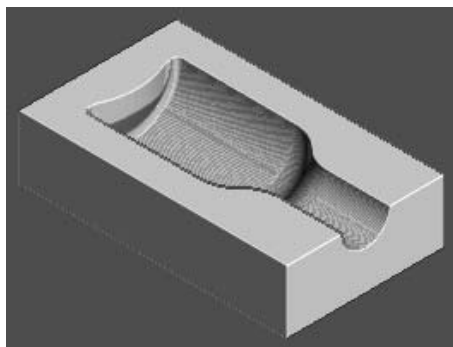

图 5-139 仿真加工结果 3
2) 在“仿真”工具栏的“当前刀具路径”下拉列表中选择要模拟的刀具路径 finish4, 然后单击“执行”按钮, 系统开始自动仿真加工, 仿真加工结果如图 5-139 所示。